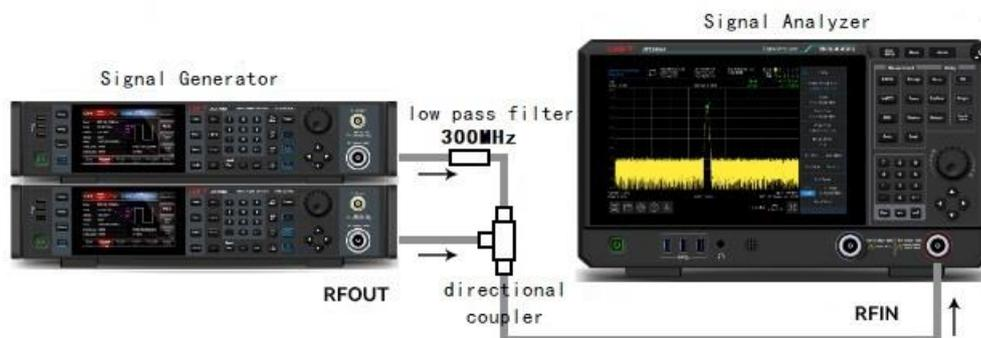

Abbildung 3-18 Geräteeinrichtung für das Drittordnungs-Abfangsignal
1. Wie in Abbildung 3-18 gezeigt, schließen Sie den Eingangsanschluss des Signalanalysators über ein Tiefpassfilter und einen Richtkoppler an. Der Ausgang des Richtkopplers liefert eine Zweiton-Signalquelle mit geringer Intermodulationsverzerrung.